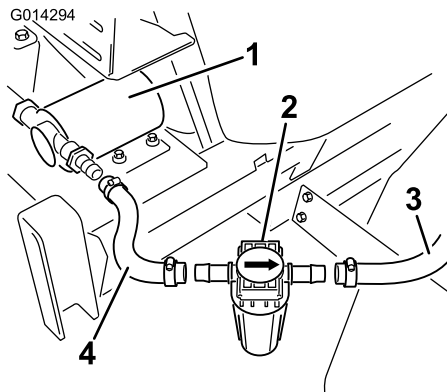

Figura 23
2. Instale el filtro en línea en los extremos abiertos de las mangueras que van de la bomba hasta las boquillas de enjuague (Figura 23).